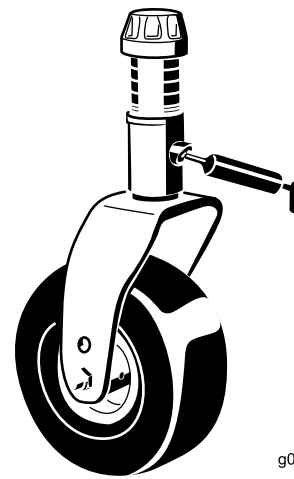

Figure 49
- 1 bague d'axe de chape de roue pivotante (Figure 49)